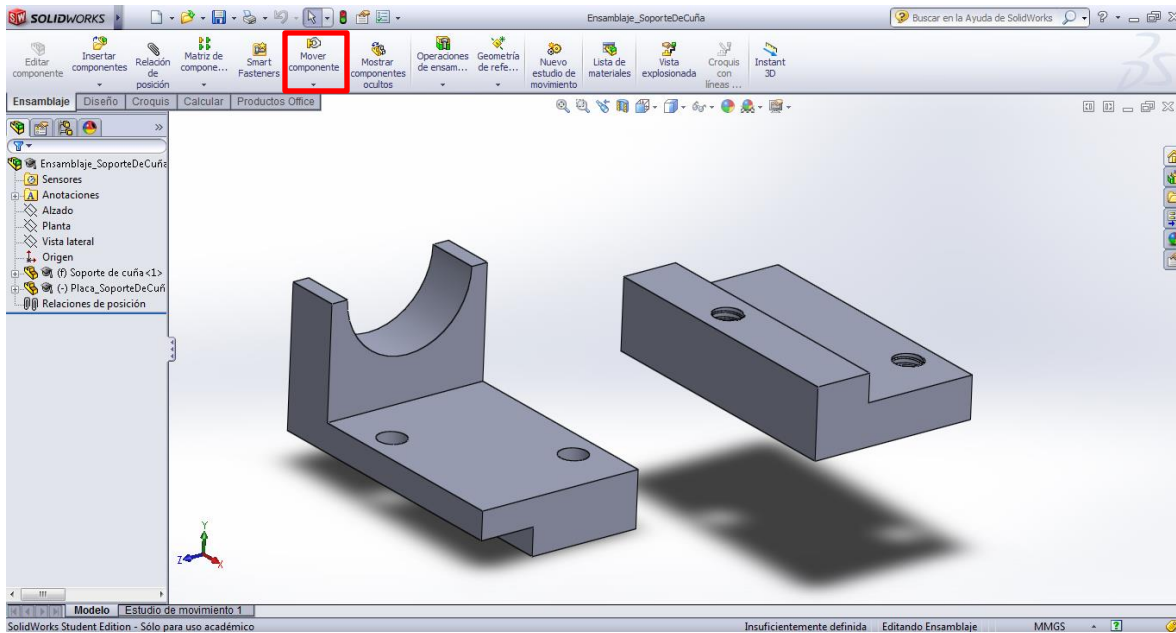

Figura 76. Piezas sueltas sin relación de posición.
- Inserte la base para el soporte de cuña. No importa el lugar donde se suelte esta pieza, pues será movida posteriormente mediante las relaciones de posición. En la Figura 76 se observan ambas piezas en el espacio sin ninguna relación. NOTA: Cada componente que inserte puede moverse o girarse libremente (únicamente ese componente) mediante la herramienta del menú *Ensamblaje* >> *Mover componente*.